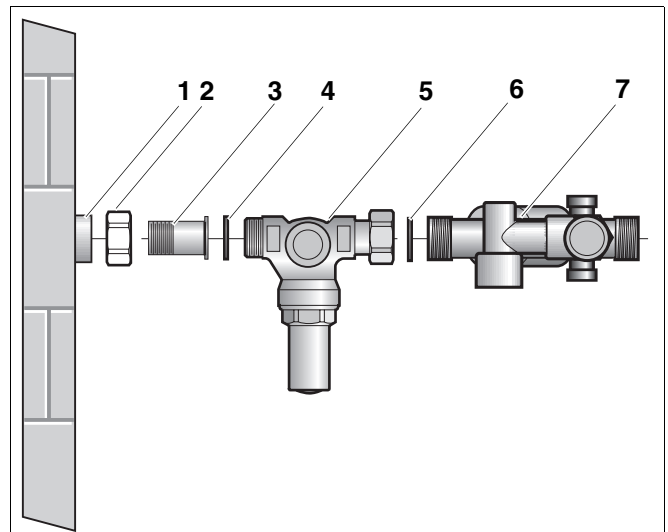
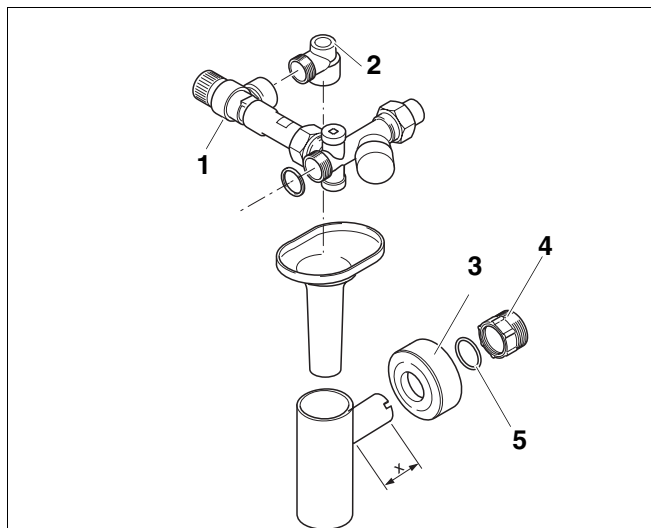

Abb. 13 Druckminderer U-DM montieren (Unterputzmontage)
Abb. 17 Trichtersiphon montieren (Unterputzmontage)
- Kurzen Schraubnippel (Abb. 13, **Pos. 3**) mit Überwurfmutter (Abb. 13, **Pos. 2**) in den Kaltwasseranschluss (Abb. 13, **Pos. 1**) eindichten.
- Kurzen Schraubnippel (Abb. 13, **Pos. 3**) mit Überwurfmutter (Abb. 13, **Pos. 2**) und Dichtung (Abb. 13, **Pos. 4**) an den Druckminderer (Abb. 13, **Pos. 5**) schrauben.
- Druckminderer (Abb. 13, **Pos. 5**) mit Überwurfmutter und Dichtung (Abb. 13, **Pos. 6**) an die Sicherheitsgruppe (Abb. 13, **Pos. 7**) schrauben. Auf Dichtung und Fließrichtung achten!
- Anschlussverschraubung (Abb. 17, **Pos. 4**) des Trichtersiphons an das Abflussrohr montieren.
- Bei S135/S160 Trichtersiphon um das Maß $x = \text{ca. } 10 \text{ mm}$ bei Unterputzmontage und $x = \text{ca. } 65 \text{ mm}$ bei Aufputzmontage kürzen (Abb. 17).
- Trichtersiphon mit Rosette (Abb. 17, **Pos. 3**) und O-Ring (Abb. 17, **Pos. 5**) montieren.
- Wird wie in Abb. 13, Seite 10 ein Druckminderer eingebaut, muss zwischen Ablaufleitung (Abb. 17, **Pos. 2**) und dem Sicherheitsventil (Abb. 17, **Pos. 1**) eine Verlängerung (siehe Abb. 2, Seite 5) eingeschraubt werden.
- Ablaufleitung (Abb. 17, **Pos. 2**) an Sicherheitsventil schrauben.